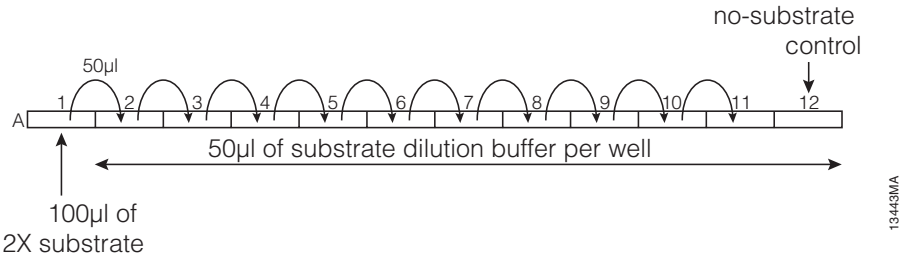

图 8. 底物的稀释方案。
- c. 通过从 A1 孔向 A2 孔转移 50µl 溶液并混匀来进行 2X 底物溶液的两倍稀释。再从 A2 孔转移 50µl 到 A3 孔。对 A3 至 A11 孔重复此操作。从 A11 孔丢弃 50µl 液体。不要在 A12 孔（无底物对照反应）中添加底物溶液。参见图 8。